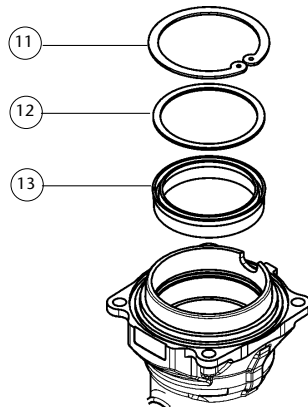

Fig. 10
5. Retirer le piston (10) et démonter l'anneau de sécurité (11), les rondelles (12) ainsi que le collier (13) (voir fig. 10). S'assurer que le piston n'est pas rayé et remplacer les pièces endommagées si nécessaire.